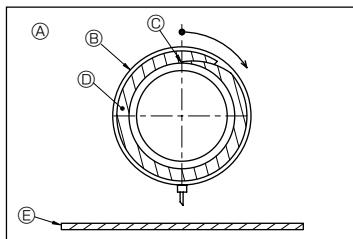

Рис. 3-6
- Изолируйте дренажный порт и соединительную муфту для дренажа изоляционным материалом ⑦, затем закрепите материал лентой. (Изоляция и лента входят в комплект прибора.) (Рис. 3-6)
[Рис. 3-6]